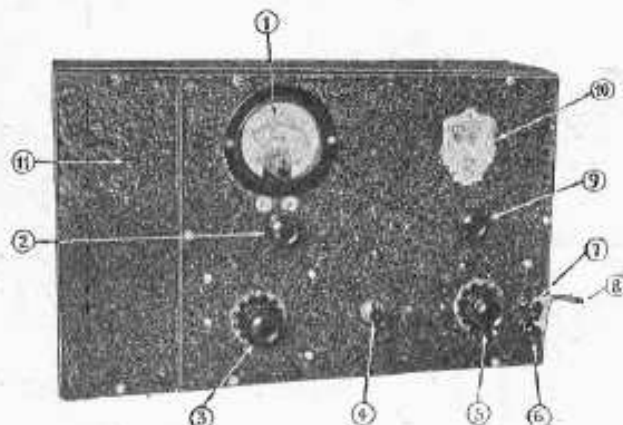

FIG. 3. - Vista del pannello anteriore.
In fig. 3 è rappresentato il pannello anteriore dell'oscillatore. In alto a sinistra si nota il milliamperometro (1), e immediatamente sotto è posto un commutatore (2) che comanda l'inserzione dell'istrumento stesso. Girando il commutatore (2) a destra (C.G.) l'istrumento funziona come milliamperometro, ed è inserito sul circuito di griglia della valvola oscillatrice; durante il funzionamento il commutatore viene tenuto normalmente in questa posizione, e l'istrumento indica così la *corrente di griglia* (C.G.) della valvola oscillatrice (in media da 0,4 a 0,6 mA) dando così un'idea dell'ampiezza dell'oscillazione generata.